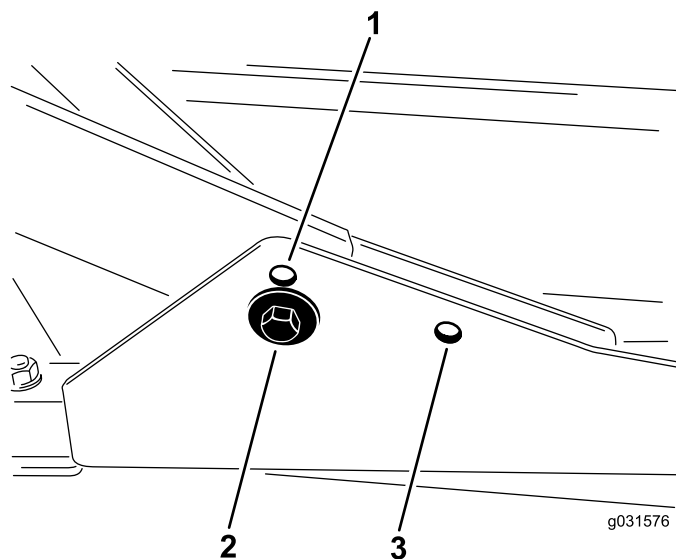

Figura 11
1. Para alturas de corte de entre 2 cm y 7.6 cm ($\frac{3}{4}$ " y 3"), monte los bastidores de tiro delanteros en los taladros de montaje delanteros inferiores (Figura 11).
delanteros en los taladros de montaje delanteros superiores (Figura 11).
Para todas las alturas de corte, monte la unidad de corte trasera en los taladros de montaje traseros (Figura 11).